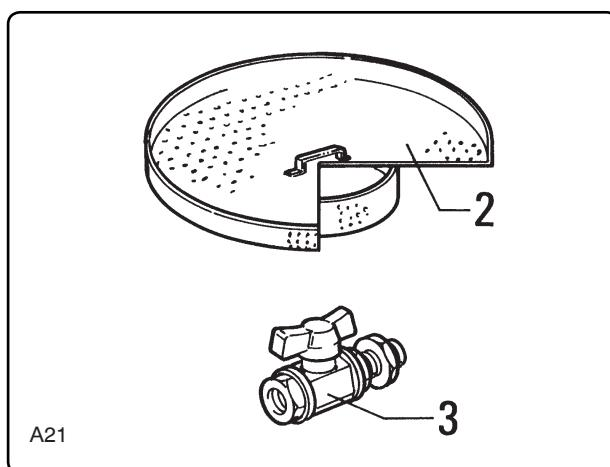

Fig. 6.4.2
**6.4.2 - Griglia di decantazione (fig. 6.4.2)**
**6.4.2 - Retention plate (fig. 6.4.2)**
**6.4.2 - Grille de decantation (fig. 6.4.2)**
**6.4.2 - Rückhalteplatte (Abb. 6.4.2)**